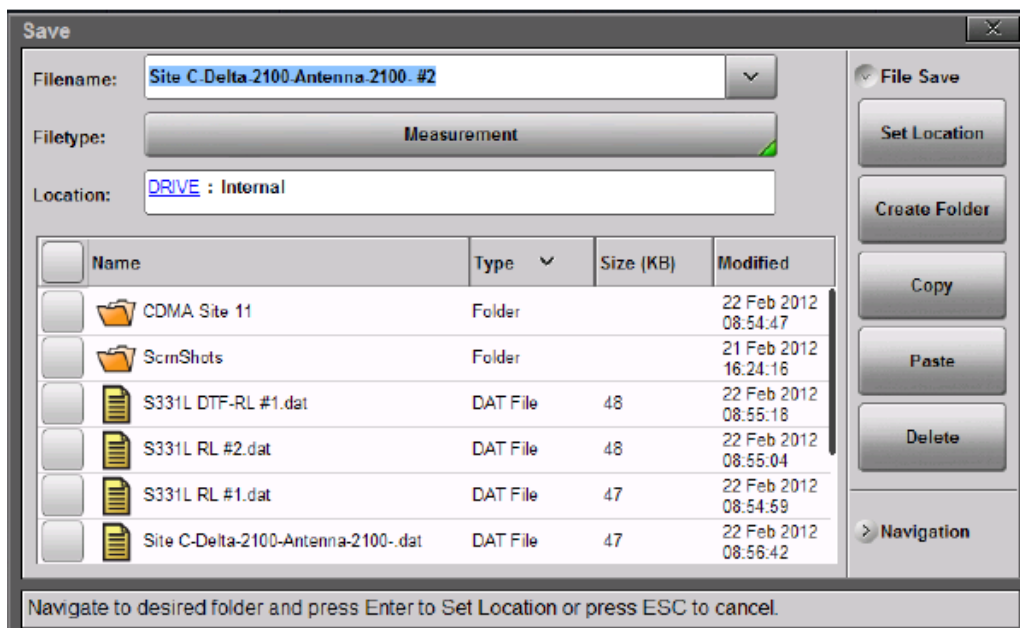
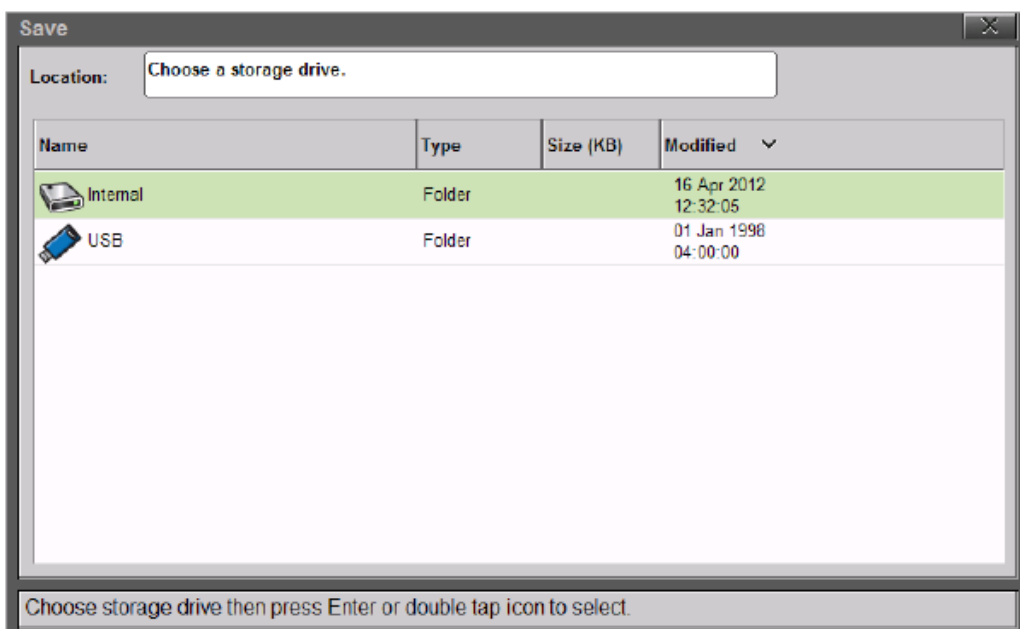

Рисунок 7-2. Место сохранения по умолчанию (Internal)
Рисунок 7-3. Выбор устройства для сохранения файла
1. Нажмите клавишу **Location** (см. рис. 7-1) и выберите место для сохранения файла. По умолчанию анализатор Site Master сохраняет файлы во внутреннюю память (рис. 7-2).
2. Файлы также могут сохраняться на внешний USB флеш-накопитель. Подключите USB флеш-накопитель к разъему USB типа A на анализаторе Site Master (рис. 2-11) и дважды щелкните по **DRIVE:** (рис. 7-2). На экране отобразится верхний уровень навигации, показывающий как внутреннюю память (Internal), так и внешний USB флеш-накопитель (USB) (рис. 7-3).
1. Находясь в главном меню **File**, нажмите клавишу подменю **File Mgmnt**. Выполните двойное касание по иконке внутренней памяти (рис. 7-3 на стр. 7-3).